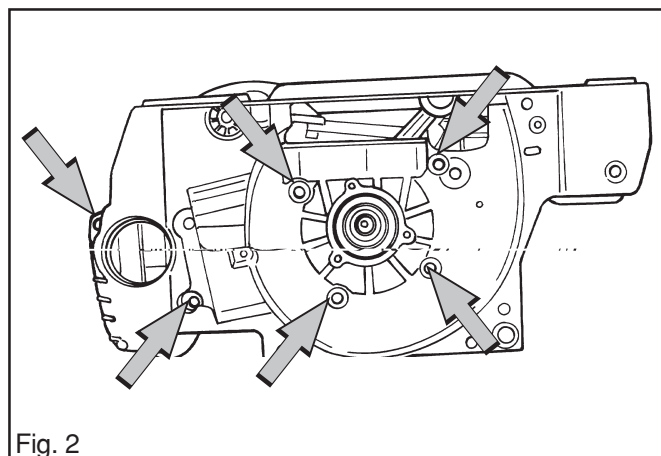

Fig. 2
4. Retirez les six vis du côté rotor volant. Voir la fig. 2.